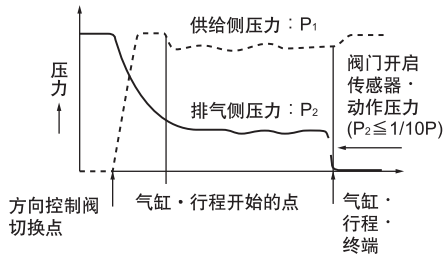

图1
在气缸的气口部分,呈接头安装, 阀门开启传感器可检测出活塞两侧发生的压力变化,即可检测出行程终端附近排气压力 (P₂) 下降,P₂<大约1/10P时,发出空气压缩信号 (S)。(参照图1、2)